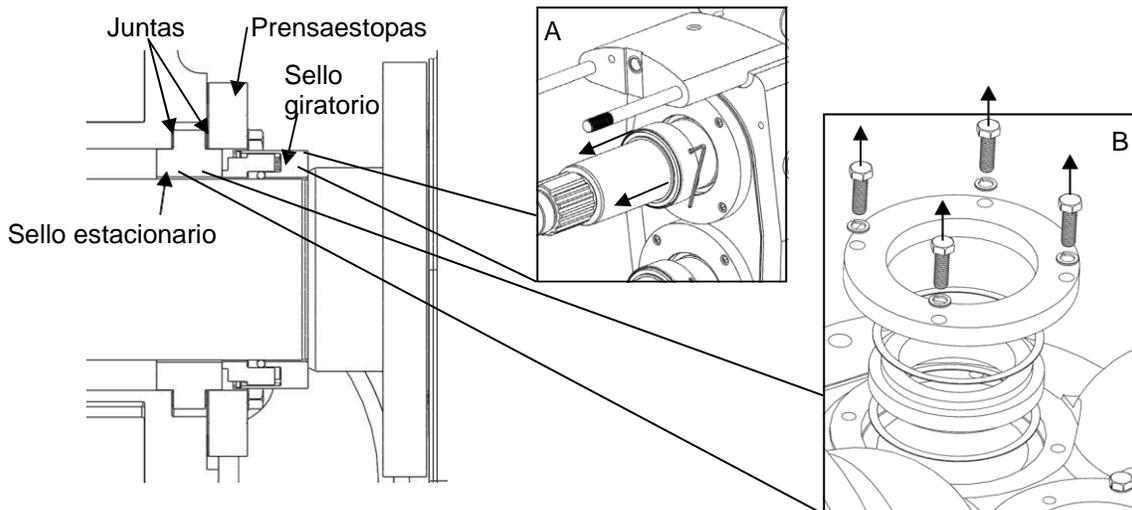

Figura 37: Desensamblaje de sello mecánico sencillo ZP1 320
*Desensamblaje:* La opción de sello mecánico sencillo ZP1 320 consiste en dos juegos de sellos mecánicos (sello giratorio y sello estacionario), cuatro juntas y dos prensaestopas (Figura 37). También hay ocho pernos y arandelas para sujetar el sello estacionario al cuerpo. Retire el sello estacionario del eje aflojando los tornillos de fijación del sello y deslizándolo fuera del eje (figura 37, A). Luego retire los tornillos y arandelas del prensaestopas, y retire los prensaestopas del cuerpo (Figura 37, B). Retire e inspeccione el sello estacionario (y giratorio) en busca de astillas, arañazos o cualquier otra evidencia de grietas en la cara del sello. Si el sello estacionario está desgastado, voltéelo y si no hay daños use este lado.